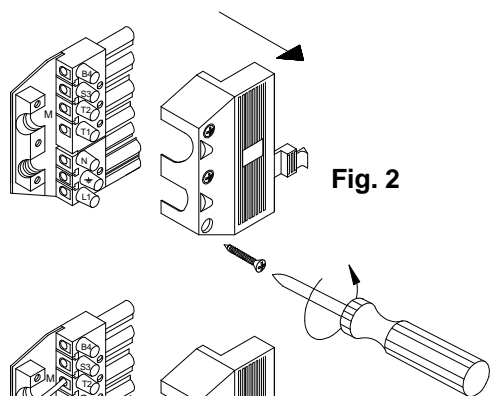

Fig. 2
- Disconnettere il connettore C1 dal connettore C2, svitare le viti dello stesso (fig. 2) e rimuovere il coperchio;